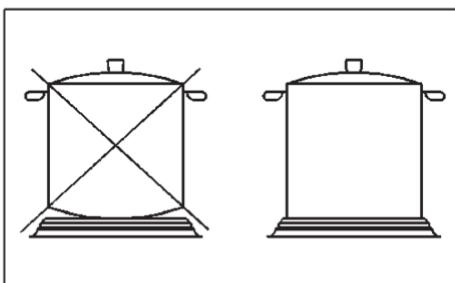

FIG. 6
Los planos mixtos están equipados con una plancha eléctrica normal o rápida, mandada por un commutador de 7 posiciones (véase fig. 6b). Para encenderla hay que poner el mando en la posición deseada. En el frente, al lado del mando, hay un esquema serigrafiado que indica la posición de la plancha (véase fig. 6). Un testigo de color rojo indica si la plancha está encendida.
*- Utilizar ollas con fondo plano y grueso (véase fig. 6).*